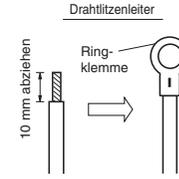
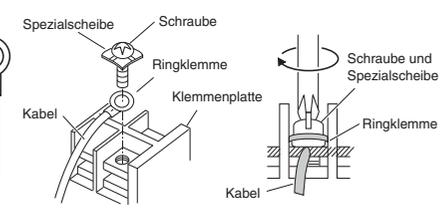

Abb. 4-5
Abb. 4-6
- (1) Das Ende des Kabels mit einem Seitenschneider abtrennen, dann die Isolierung abziehen, um ungefähr 10 mm der Litze freizulegen; danach die Enden der Litze verdrehen. (Abb. 4-5)
- (2) Unter Verwendung eines Kreuzschlitz-Schraubendrehers die Klemmschraube(n) von der Klemmenplatte herausdrehen.
- (3) Mit Hilfe eines Ringklemmen-Werkzeugs oder einer Klemmzange die Ringklemme fest an jedem freigelegten Kabelende anbringen.
- (4) Die Ringklemme aufschieben, dann die vorher abgenommene Klemmschraube mit dem Schraubendreher wieder festziehen. (Abb. 4-6)